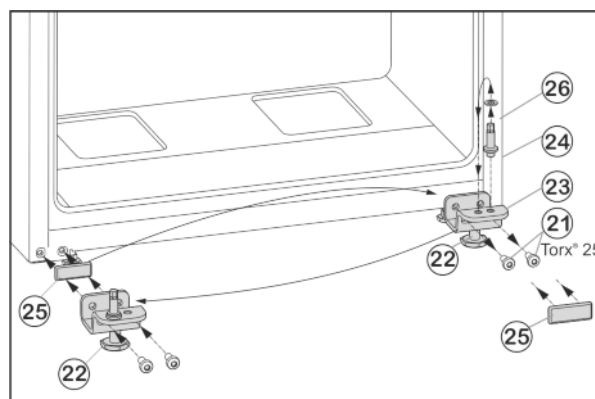

Fig. 7
- ▶ Открутите крепежные винты Fig. 7 (21).
- ▶ Снимите нижний опорный кронштейн Fig. 7 (23) вместе с опорным пальцем Fig. 7 (24), шайбой Fig. 7 (26) и регулируемой опорой Fig. 7 (22).
- ▶ Открутите опорный палец Fig. 7 (24) вместе с шайбой Fig. 7 (26) и, переставив в отверстие на противоположной стороне опорного кронштейна, снова прикрутите.
- ▶ Аккуратно снимите защитную пластину Fig. 7 (25) и переставьте ее на противоположную сторону.
- ▶ Прикрутите нижний опорный кронштейн Fig. 7 (23) вместе с опорным пальцем Fig. 7 (24), шайбой Fig. 7 (26) и регулируемой опорой Fig. 7 (22) с другой стороны шарнира (с моментом 4 Нм), при необходимости используйте аккумуляторный шурупверт.
- ▶ Установите нижнюю дверцу сверху на опорный палец Fig. 7 (24).
- ▶ Выверните регулирующую опору *Fig. 7 (22)* на нижнем опорном кронштейне *Fig. 7 (23)* до ее соприкосновения с полом.